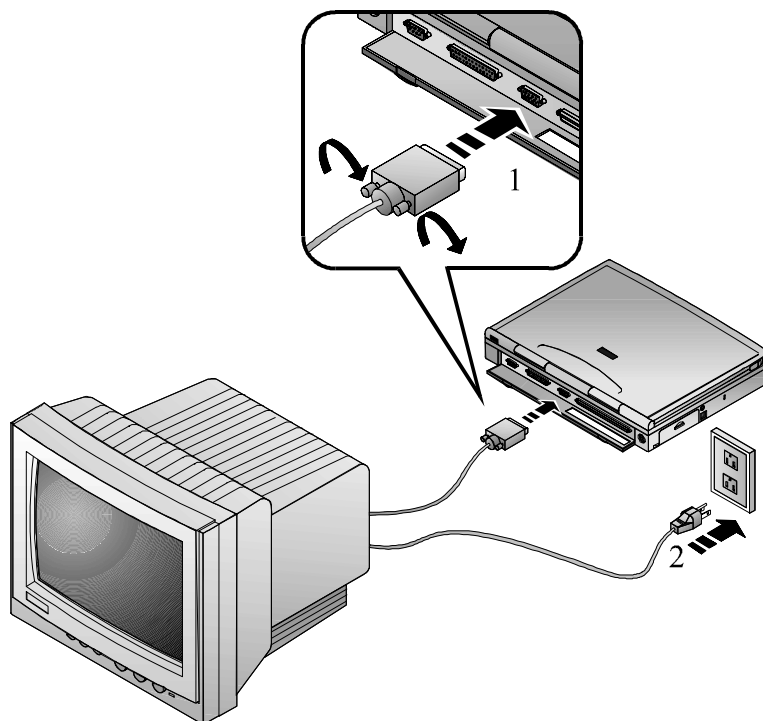

Figure 4-1 : connexion d'un moniteur externe
1. Branchez le câble de signal vidéo au port VGA du notebook situé à l'arrière du notebook. Serrez les vis à papillon (figure 4-1, étape 1).
2. Après vous être assuré que le moniteur était hors tension, branchez son cordon d'alimentation secteur dans une prise murale (figure 4-1, étape 2).